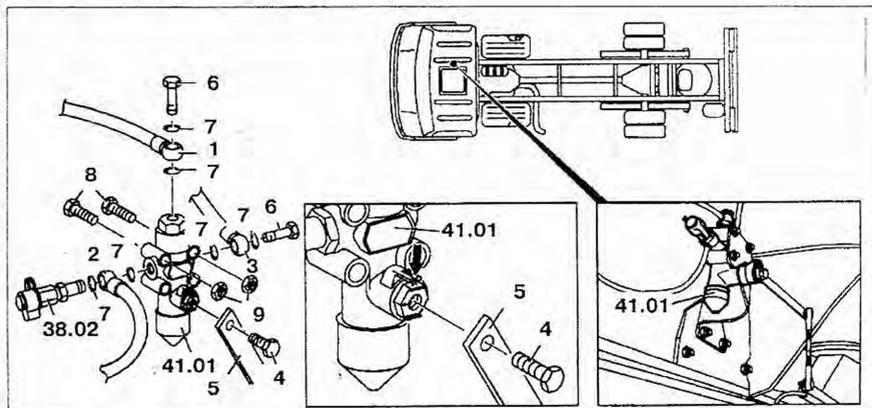

Рис. 5.17. Клапан регулировки высоты передней оси:
1. Уменьшите давление в воздухопроводах передней оси, ослабив трубки 1, 2 и 3 на клапане 41.01 (рис. 5.17). Замените уплотнительное кольцо 7.